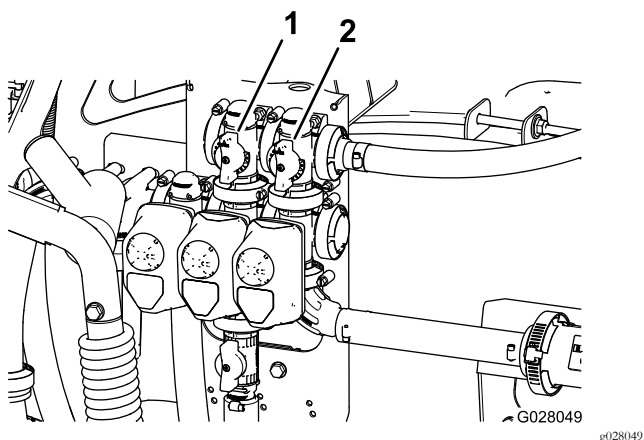

图109
11. 调节搅拌阀背面的搅拌旁通阀 图109 直至压力表上的读数为 6.9bar。
9. 调节主喷洒臂旁通阀手柄控制药缸中的搅拌量图109。